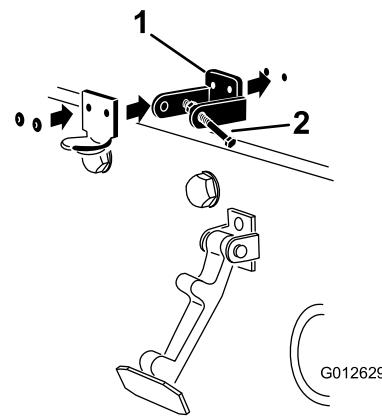

Рисунок 7
3. Во время совмещения монтажных отверстий поместите стопорный кронштейн по стандарту СЕ и кронштейн защелки капота на капот. Стопорный кронштейн должен быть прижат к капоту (Рисунок 7). Не снимайте узел болта с гайкой с рычага стопорного кронштейна.
4. Приклепайте кронштейны и шайбы к капоту (Рисунок 7).